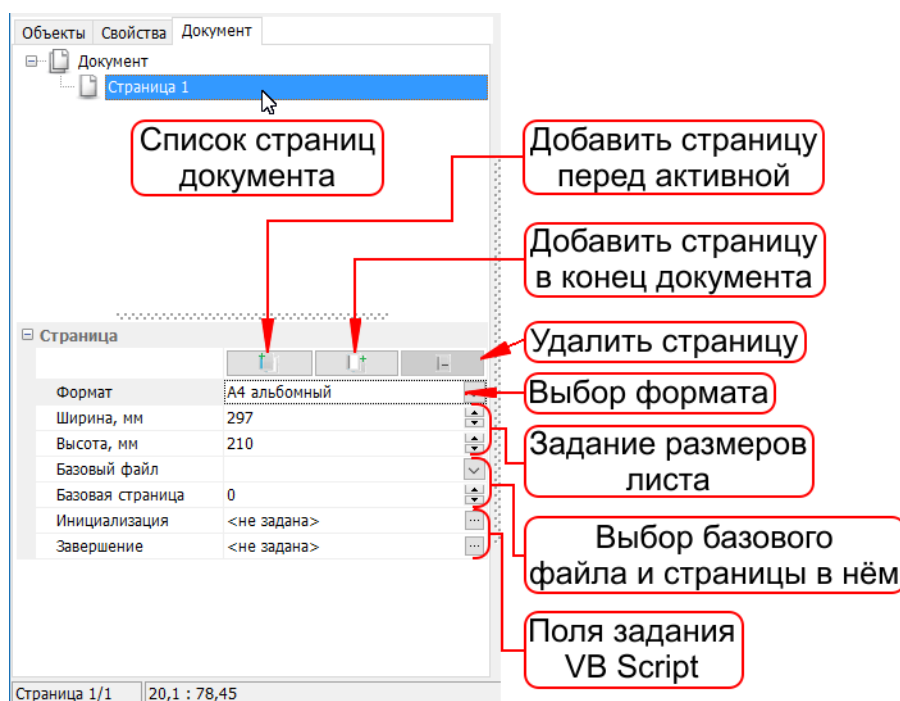

Рис. 10.50. Вкладка **Документ**
- перейти на вкладку **Документ** и нажать кнопку (Рис. 10.50) **Добавить страницу в конец документа**.